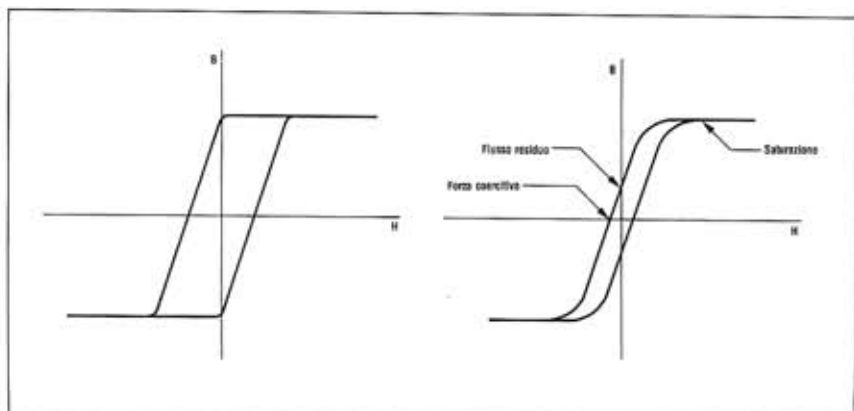

Fig. 1 - Ciclo d'isteresi di una ferrite a ciclo quadro (a sinistra) e di una ferrite "soft" (a destra). Sono evidenziati i principali parametri di valutazione.
Le ferriti si dividono in due grandi classi, quelle cosiddette "soft" e quelle "a ciclo quadro" (fig. 1). Queste ultime, a causa dell'alto valore di induzione residua (B) e di forza coercitiva (H) che presentano, sono particolarmente adatte all'uso come magneti permanenti. Una tipica applicazione è nei magneti degli altoparlanti e dei piccoli motori, come pure nei vari magneti di correzione utilizzati sui cinescopi. In campo più propriamente elettronico, trovano impiego negli amplificatori magnetici.